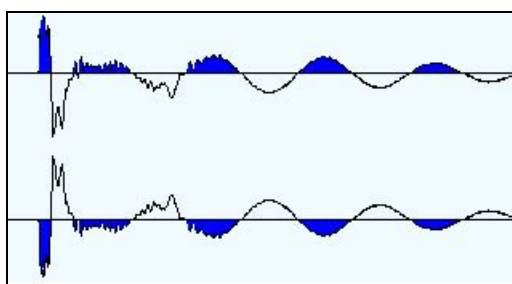

Рисунок 15 – Инверсия сигнала
2.5.2.6 Инверсия. График сигнала, для удобства пользователя, можно отображать как в прямом, так и в инверсном (перевернутом) виде (рисунок 15)